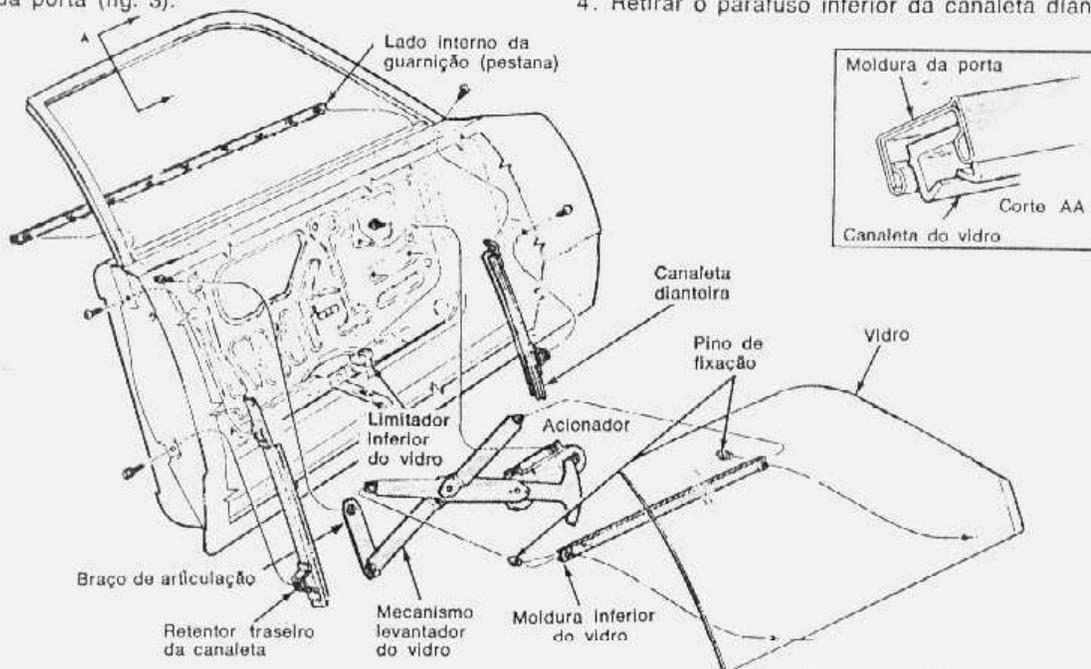

fig. 3 — mecanismo da janela da porta dianteira
2. Baixar o vidro até os pinos de fixação ficarem visíveis pelos furos de acesso ao painel interior da porta (fig. 3).
Instalar o pino de fixação introduzindo-o no furo da bucha até ficar rente à flange da bucha (figs. 3 e 4).